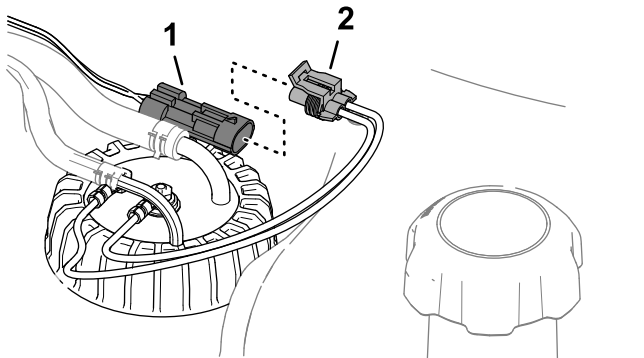

Рисунок 92
6. Подсоедините разъем жгута проводов датчика уровня топлива к разъему жгута проводов машины (**Рисунок 92**).